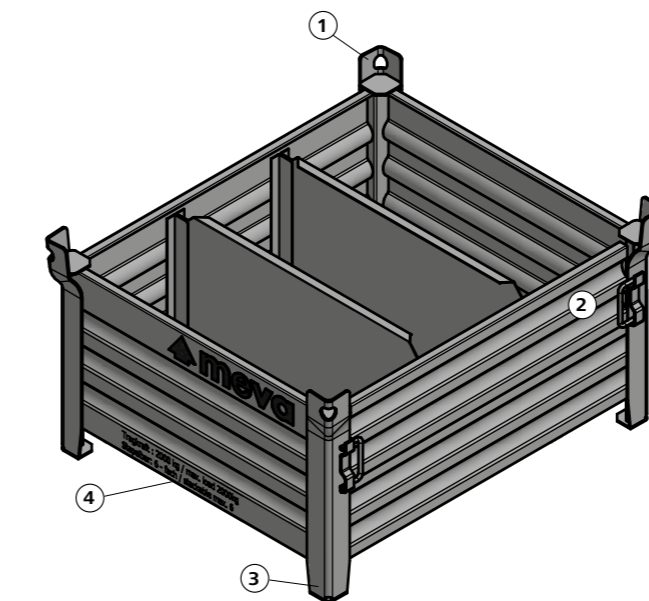

Fig. 9
Le cadre supérieur (① Fig. 9) de la caisse de rangement 120/100 doit être parfaitement propre.